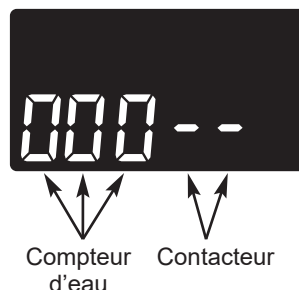

FIG. 61
3. La lettre « P » suivi d'un ou de plusieurs tirets indique le fonctionnement du contacteur de POSITION (consultez la figure 61). Si la lettre apparaît, le contacteur est fermé. Si le tiret apparaît, le contacteur est ouvert.